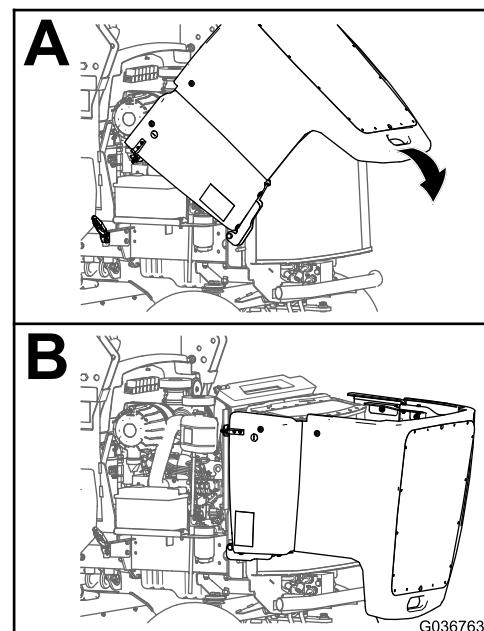

Figure 4
- Faites pivoter prudemment le capot vers l'arrière et vers le bas (Figure 4).